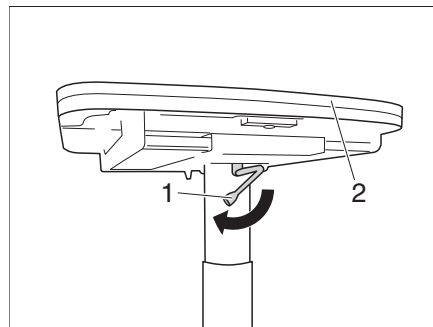

Bild 99 Sänk bordet
- Tryck ner bordsskivan (Bild 99,2) i mitten och håll den nertryckt.
- Vrid låsspaken (Bild 99,2) till höger. Lyftbordet är låst.